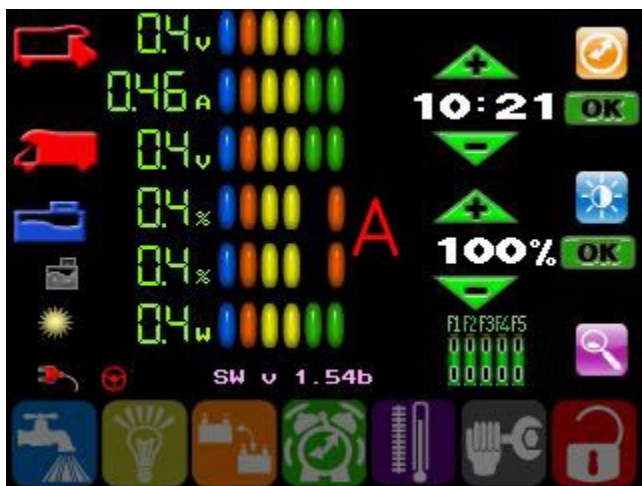

Fig. 1- Page-écran principale
- Niveau du Réservoir des Eaux propres en % avec majoration de 25%. À côté de l'indicateur précédent est présent un témoin de trop-plein des eaux usées 1 (Fig. 1 lettre A).
- Niveau du Réservoir Auxiliaire (en option) des Eaux propres en % avec majoration de 25%. À côté de l'indicateur précédent est présent un témoin de trop-plein des eaux usées 2 (Fig. 1 lettre A).
Sur le côté gauche de l'écran (Fig. 1), du haut vers le bas, se trouvent six indicateurs à barres colorées qui représentent de façon générale autant de grandeurs, celles-ci sont également accompagnées d'un indicateur numérique détaillé. En partant du haut, les grandeurs